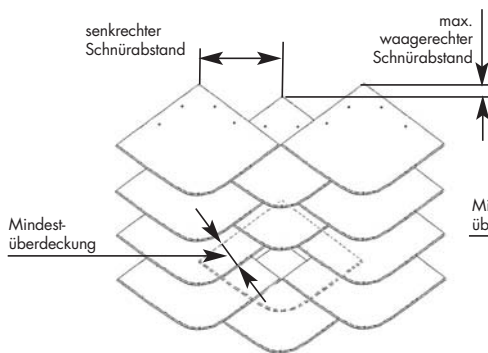
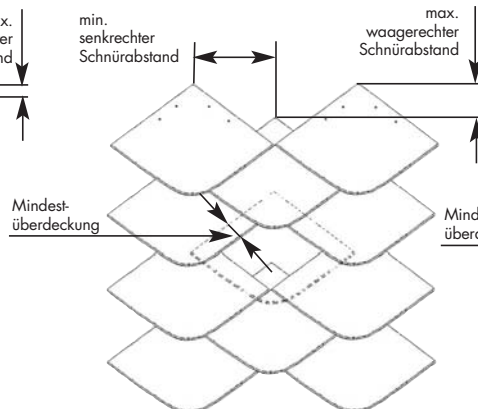
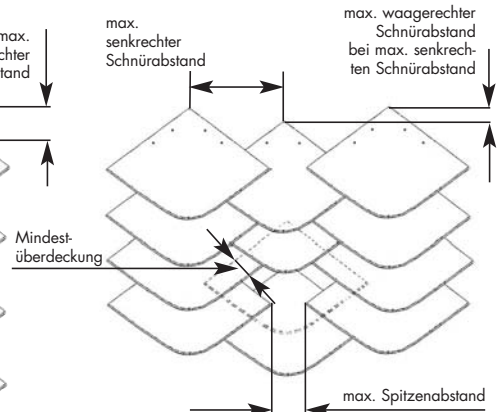

Abbildung 4
Abbildung 5a
Abbildung 5b
- 3.1 Die **WARIO®** Deckung mit Schablonen wird so ausgeführt, dass die Decksteine im halben Verband verlegt werden und die abgerundeten Ecken nach unten zeigen (Abb. 4, 5a und 5b).
- 3.4 Bei Dachdeckungen stoßen die Spitzen immer zusammen (s. senkrechter Schnürabstand Abb. 4). Der maximale waagerechte Schnürabstand muss so gewählt werden, dass die rechtwinklig zur Schieferkante gemessene Mindestüberdeckung nicht unterschritten wird (Abb. 4). Die Werte für die Mindestdachneigung, die Mindestüberdeckung, den waagerechten und den senkrechten Schnürabstand sowie den ca. Stückzahlbedarf pro m^2 entnehmen Sie bitte der Tabelle 3. Bei Außenwandbekleidungen sind sowohl der waagerechte als auch der senkrechte Schnürabstand innerhalb gewisser Toleranzen variabel. Auf die Mindestüberdeckung (rechtwinklig zur Schieferkante gemessen) ist zu achten (Abb. 5a und 5b). Hier empfiehlt sich der Einsatz der CD-ROM "Deckbildvariationen mit Bedarfstabellen" in der jeweils aktuellen Version. Die Werte für die Mindestüberdeckung, den waagerechten und den senkrechten Schnürabstand **bei maximalem waagerechten Schnürabstand** (Abb. 5a) sowie den entsprechenden ca. Stückzahlbedarf pro m^2 entnehmen Sie bitte der Tabelle 4. Die Werte für die Mindestüberdeckung, den waagerechten und den senkrechten Schnürabstand **bei maximalem senkrechten Schnürabstand** (Abb. 5b) sowie den entsprechenden ca. Stückzahlbedarf pro m^2 entnehmen Sie bitte der Tabelle 5.
Werte für Dachdeckungen mit WARIO® Schablonen in der WARIO® Deckart bei max. waager. Schnürabstand (Abb. 4)
Werte für Außenwandbekleidungen mit WARIO® Schablonen in der WARIO® Deckart bei max. waager. Schnürabstand (Abb. 5a)
Werte für Außenwandbekleidungen mit WARIO® Schablonen in der WARIO® Deckart bei max. senkr. Schnürabstand (Abb. 5b)